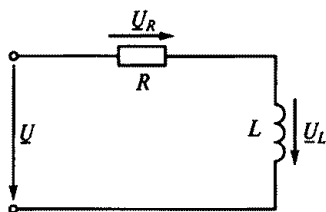

Рис. 86
3.25.Р. Напряжение на зажимах цепи, показанной на рис. 86, $U = 141$ В. Каковы будут напряжения U_R и U_L при нулевой частоте источника питания этой цепи?